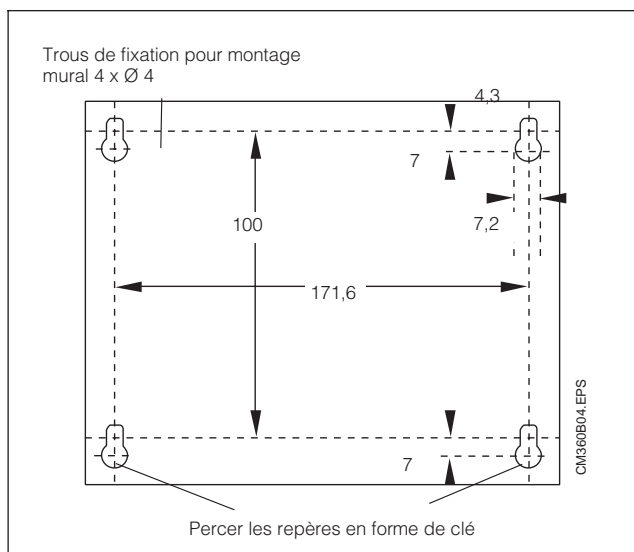

Fig. 4 : PoolPac, position des vis pour le montage mural
- Marquer les 4 positions de vis en plaçant l'appareil contre le mur ou selon la figure 4.